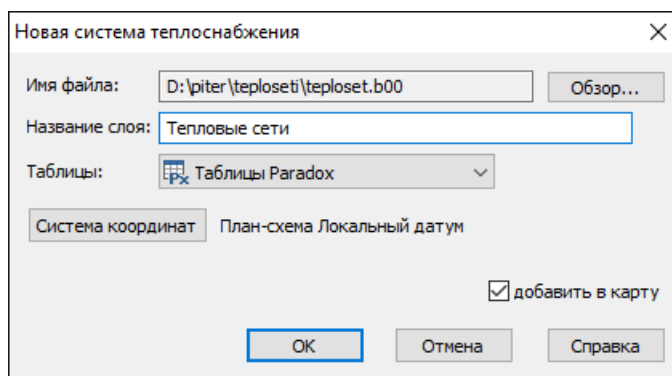

Рисунок 3.9. Окно создания слоя тепловой сети
5. В окне Новая система теплоснабжения (смотрите Рисунок 3.9, «Окно создания слоя тепловой сети»), в строке *Название* слоя ввести пользовательское имя слоя русскими символами, например **Тепловые сети**.
8. После того как все окна диалога (смотрите Рисунок 3.9, «Окно создания слоя тепловой сети») заполнены, нажать кнопку ОК.